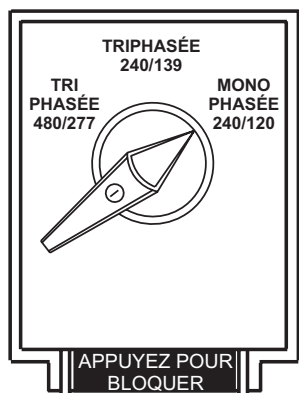

Figure 27. Position Monophasée du Commutateur de Sélection de Tension 240/120V
1. Placez le commutateur de sélection de tension à la position 3Ø 480/277 comme l'indique la Figure 27.